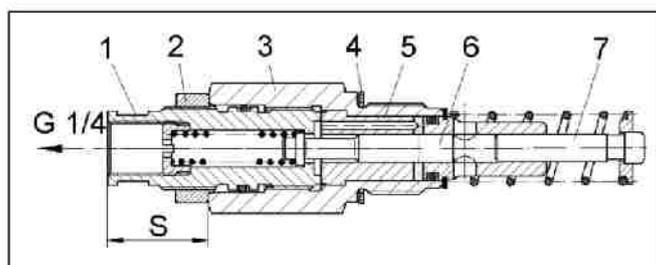

Рис. 15. Насосный элемент типа KR в разрезе
• Насосный элемент KR имеет заводскую установку на максимальный выход смазки; регулировочный размер «S» составляет 29±0,1 мм (показан на Рис.15)